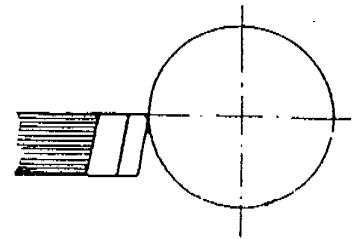

Figura 1
- a. Ubíquela a la altura del centro ( Figura 1 ).